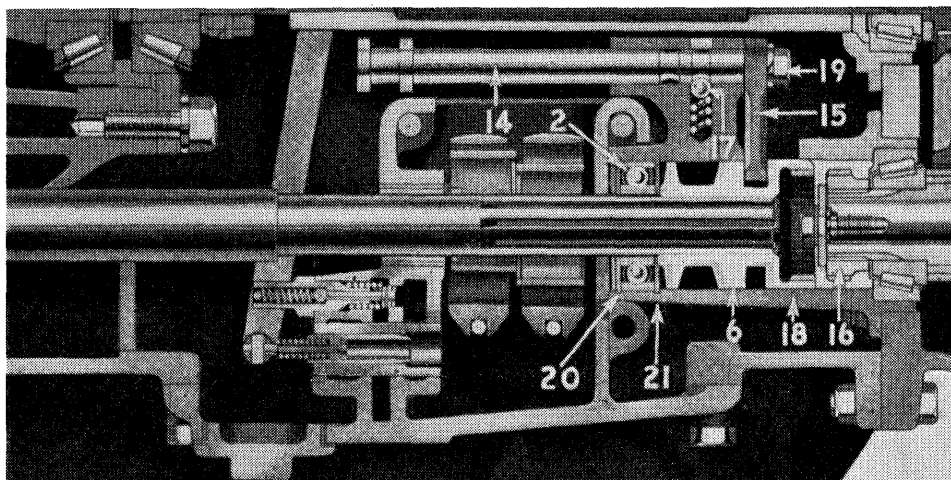

Fig. 37. Kraftudtagets kobling.
Gennem venstre inspektionsdæksel kan kraftudtagkoblingens ind- og udrykkemekanisme – akslen 14, armen 15 og låsen 17 (alle i fig. 37) udtages, når møtrikken 19 afskrues. Det påses, at kuglen er intakt, fjederen tilpas stram, og at udfræsningerne i akslen (14) ikke er udslidte.